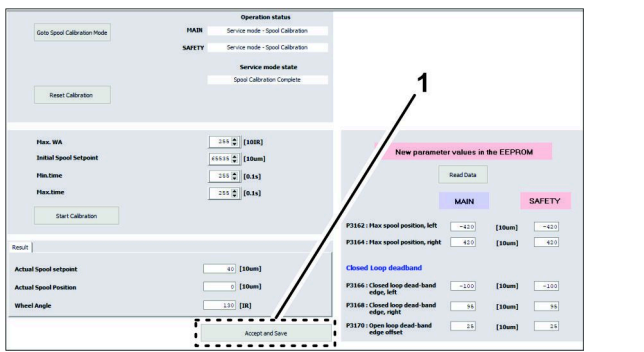

Bild 154
5. Klicken Sie unten auf dem Bildschirm für die Spulenkalibrierung auf das Symbol ACCEPT AND SAVE [Akzeptieren und Speichern] (Bild 154).